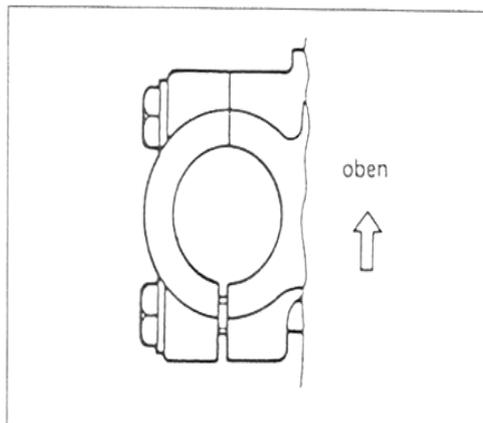

Bild 202
- Kolben eindrücken und Seegering mit entsprechender Zange einsetzen. Staubkappe aufziehen und Bremslichtschalter anbringen. Handpumpe so am Lenker anbringen, dass Klemmspalt unten liegt (Bild 202). Zuerst obere Schraube anziehen, dann untere (5 – 8 Nm).